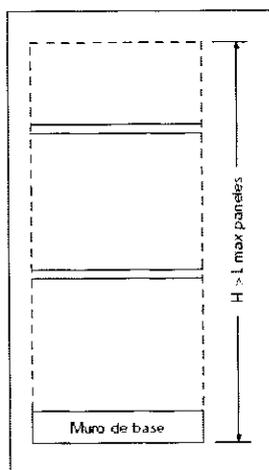
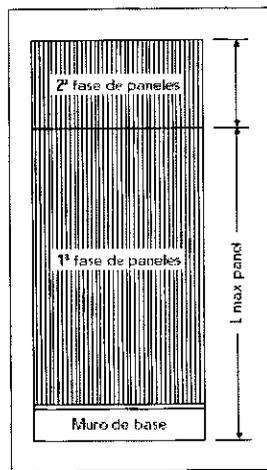

Fig. 5
Fig. 6
- 4.3.8** En caso que las fachadas de los edificios tengan una altura superior a la longitud máxima de producción de los paneles (5500mm) Fig. 5, se tiene que proceder por fases. La altura total del edificio será subdividida en un número de fases de los paneles (Fig. 6 y 7) obteniendo la altura querida por el constructor hasta el cumplimiento de la superficie total.